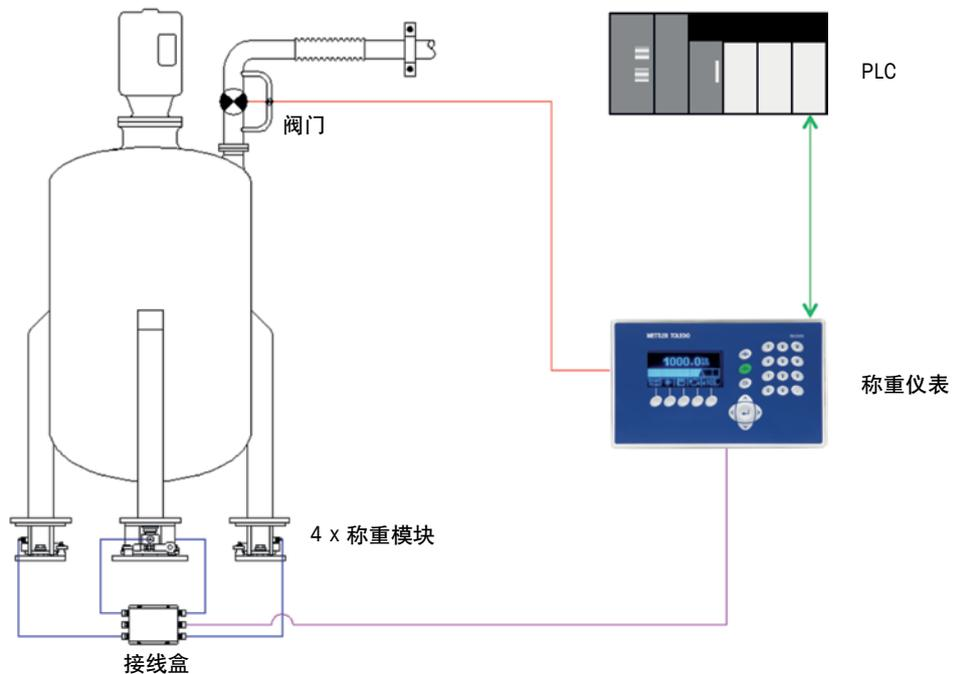

图 28: 带有 PLC 和称重仪表的混合批量控制系统
3. 如图 28 所示的混合系统。在此，由 IND560、IND690 或 IND780 等终端执行灌装控制，而 PLC/PAC 控制整体过程。PLC/PAC 可确定何时开始灌装以及配料参数，例如目标重量和每种配料的允差。但，此信息可下载至自动执行配料过程的终端。完成配料后，终端可向 PLC/PAC 进行报告，以便进行记录保持、库存控制等。